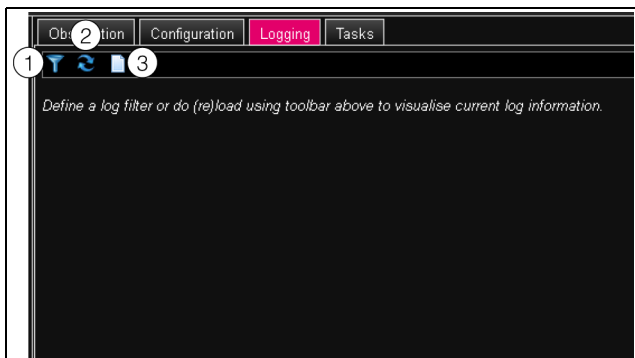

Рис. 42: Вкладка Logging
- Нажмите на первый символ слева (рис. 42, поз. 1).
- Нажмите на второй символ слева (рис. 42, поз. 2).
- Нажмите на третий символ слева (рис. 42, поз. 3).